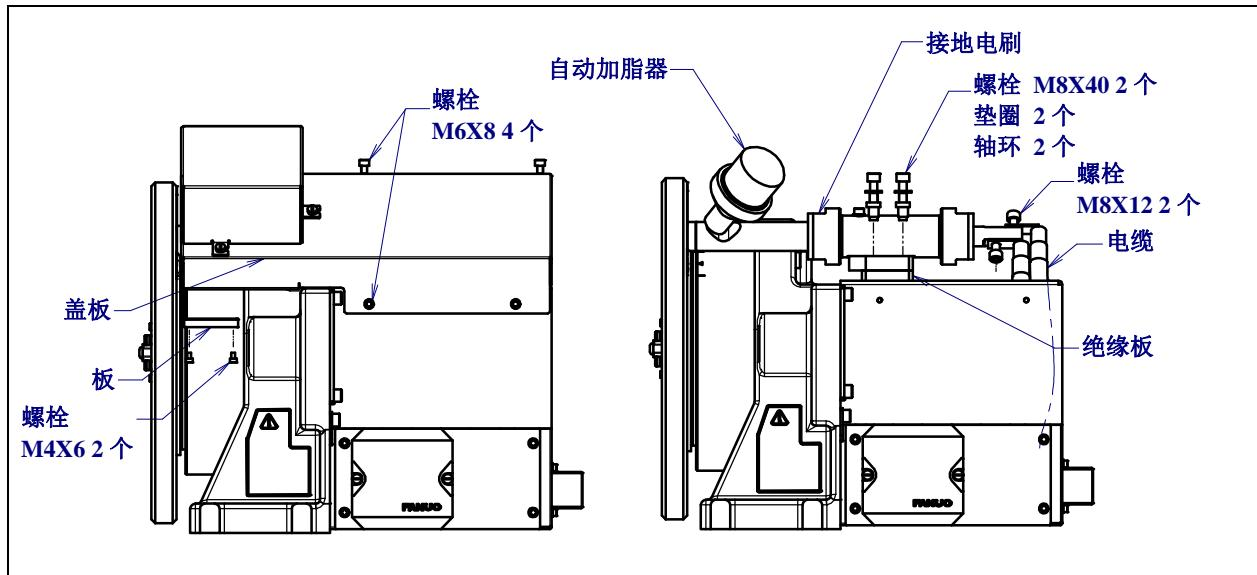

图 6.4 接地电刷的更换
- 7 更换回转节, 按照相反的步骤进行装配。关于空气管的颜色的连接位置, 请按照图 6.4 (b)。用尼龙绑带把 AS 电缆和空气管固定到电缆夹上。